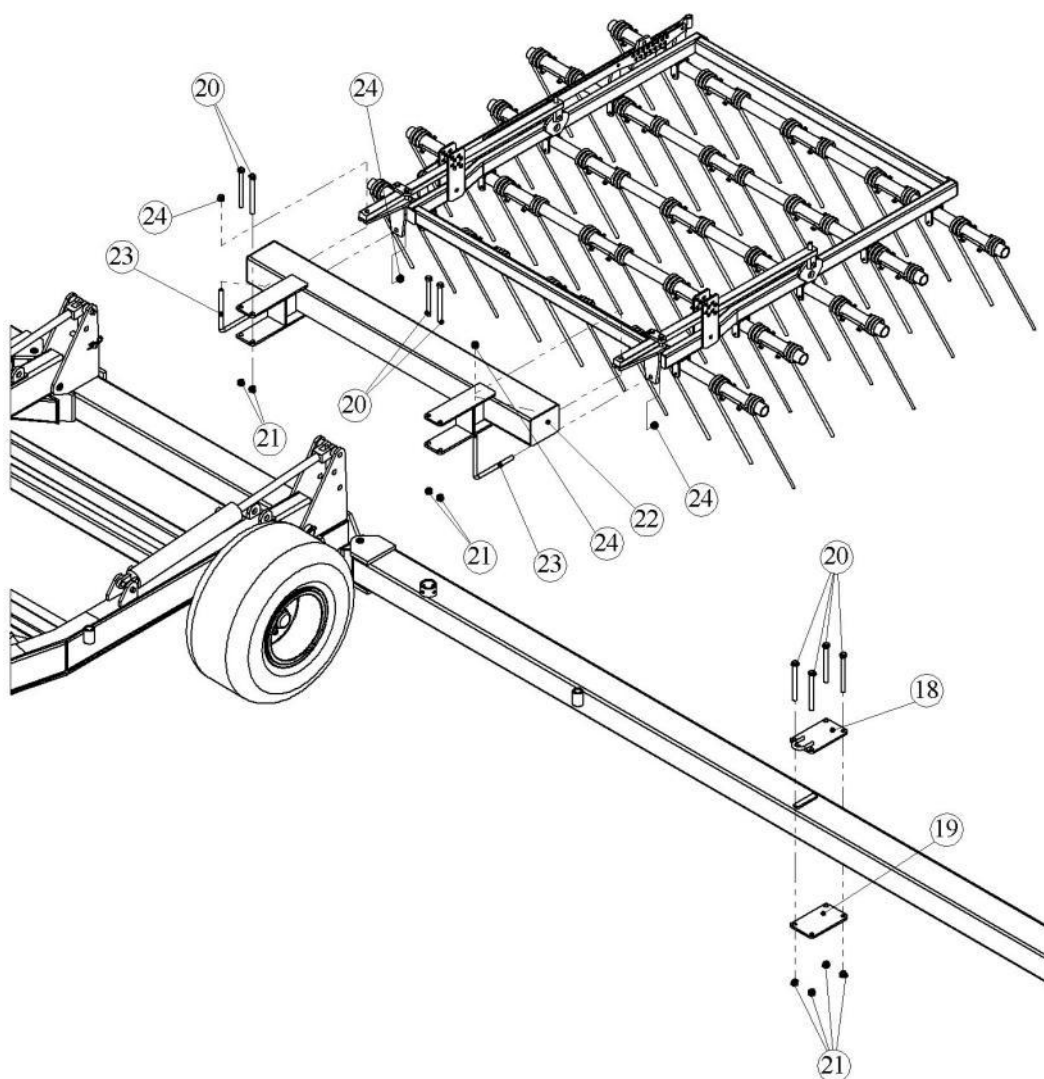

Рис. 4.6.1. Установка петель для троса, промежуточной балки и центральной секции пружинных рабочих органов.
4.6.1. На боковые балки по упорам установите четыре петли для троса (18) и четыре фланца (19), используя шестнадцать болтов M20x220 (20), шайбы пружинные и гайки (21) (см. рис. 4.6.1).